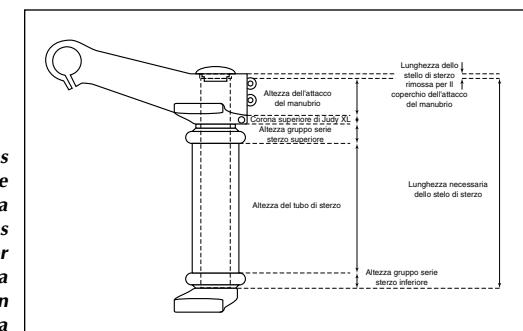

Fig. 3
- Quizás necesite recortar el tubo de dirección para que tenga una longitud adecuada. Para ello deberá quitar los tubos superiores, pues de lo contrario se encontraría con ellos al cortar el tubo de dirección hasta la longitud adecuada. La longitud del tubo de dirección viene determinada por las siguientes partes: Longitud de anclaje en el tubo de dirección de la corona superior Judy XL, longitud de anclaje del tubo de dirección en la potencia, y altura del conjunto de dirección superior e inferior (ver Fig. 3). Para facilitar el montaje, no instale la corona superior Judy XL en los tubos superiores sin antes recortar el tubo de dirección a la longitud adecuada y apretar la corona inferior en la posición requerida.